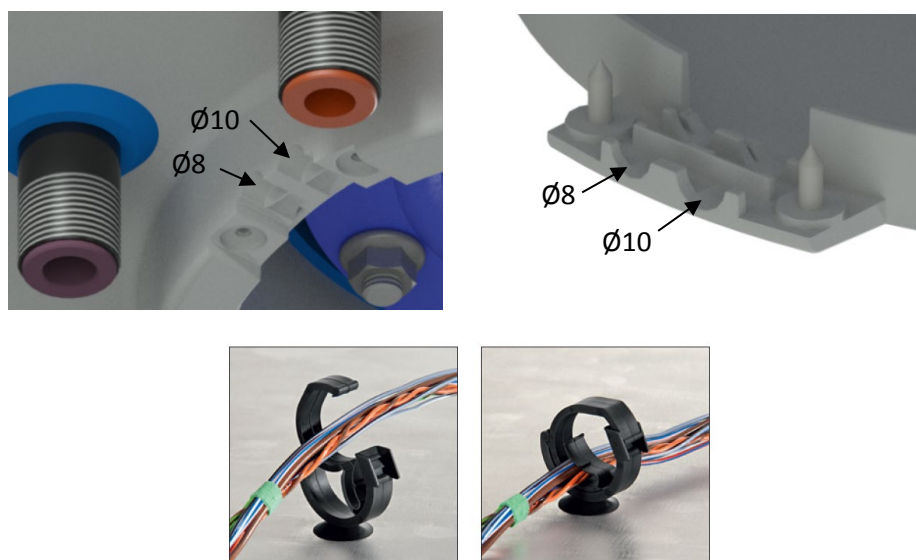
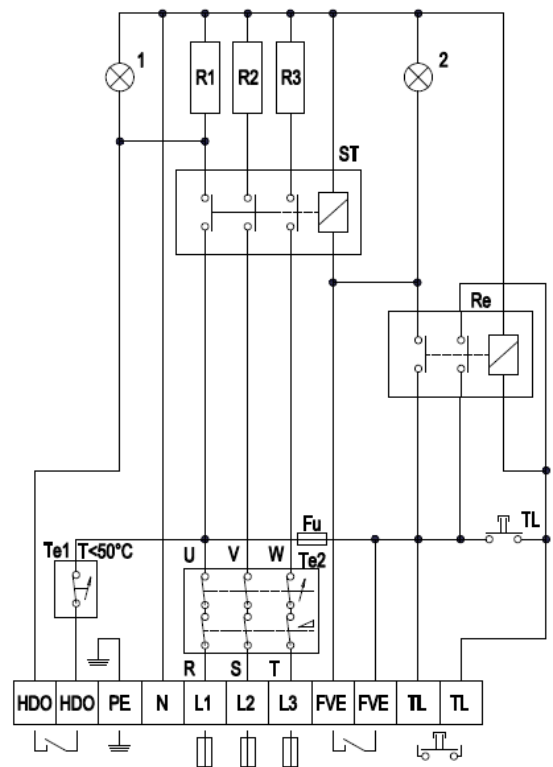

Abbildung 7
Abbildung 8
Der Anschluss ist gemäß Anschlussschema durchzuführen. Der werkseitig vorgenommene Anschluss darf nicht geändert werden! (Abbildung 8). In der Abdeckung der Elektroinstallation ist die Trennscheibe zu entfernen, die dem Durchmesser der Zuleitung $\varnothing 8$ oder $\varnothing 10$ (Abbildung 7) entspricht. Die Schutzart der elektrischen Teile des Wassererwärmers ist IP 44. Der Leistungsbedarf der elektrischen Körper beträgt 3x2200W. Für sichere Kabelbefestigung sind im WWS die Kabelhaltern installieren.
- Das Schema des Elektroanschlusses ist dem Warmwasserbereiter auch am Gehäuse der Elektroinstallation (Abbildung 8) beigelegt.